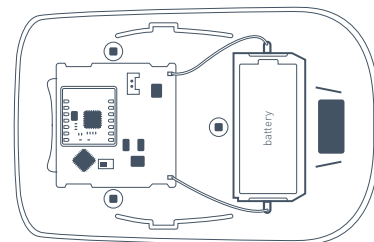

Рис. 5. Вид датчика со снятой верхней крышкой
6.3 Своевременно заменяйте батареи питания на новые. При разряде батареи датчик передает соответствующий сигнал на центральный блок сигнализации. Когда батарея разряжена, при каждой детекции движения или сработке тампера датчик помимо обычной индикации осуществляет включение и плавное гашение светодиода. Для смены батареи открутите три самореза «3» (Рис. 4) и снимите заднюю крышку датчика. Замените батарею «battery» (Рис. 5) на новую, типа CR123A, соблюдая полярность.